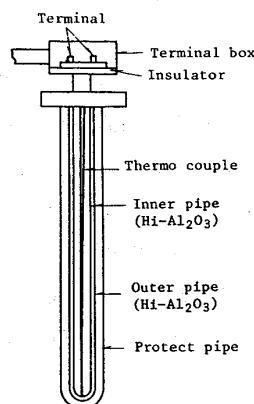

Fig. 1.
2. 連続測温プローブの構造と特徴 Fig. 1に連続測温プローブの構造を示す。君津1CC連続測温プローブの特徴としては、以下の3点がある。
- ①プローブは1TDに1本とし、熱電対素線・アルミナ磁器絶縁管は再使用する。(max. 1800minの連続使用可能)
- ②保護管には安価なAG質を用いる。
- ③連続測温用熱電対は0.5mm ϕ PR熱電対を用いる。